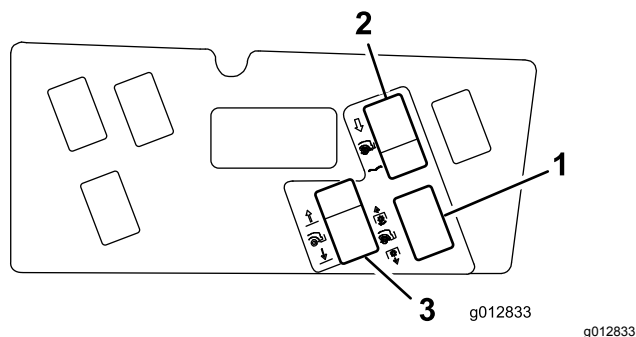

図 29
10. パネルの表面をきれいにし、穴を取り囲むようにデカルを貼り付ける 図 29。
11. できた穴にスイッチを入れる 図 29。